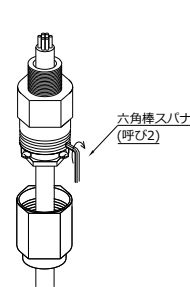

図8
- ニップルにグラントをねじ込み、パッキンを圧縮します。ケーブル径によって異なりますが、パッキン締付けの基準としては、パッキン内径とケーブル外径とが一致した点(ケーブルを軽く引っ張り、ケーブルが動かない点)から、さらに2回転グラントをねじ込んでください。この時クランプ板が取り付けにくい位置にきた場合は、グラントをその位置から±1/3回転の範囲で調整してください。そして、緩めておいたグラント緩み止めねじをねじ込んでください。(図8)